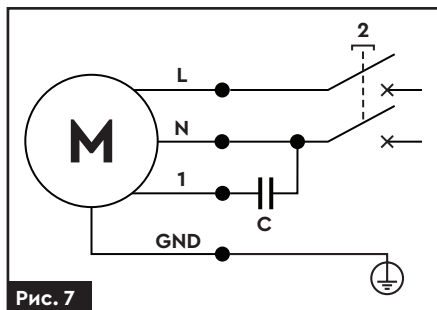

Рис. 7
6.2. Схема підключення U 1 ~ 230 ± 10% В (рис. 7)